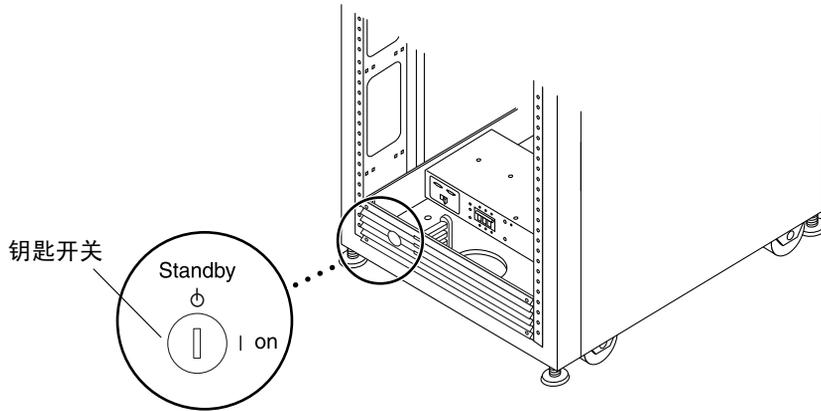

图 B-7 钥匙开关在底部前面板上的位置
3. 验证基本扩充机柜和任何扩充机柜下方的钥匙开关是否均处于 Standby（待机）位置（图 B-7）。